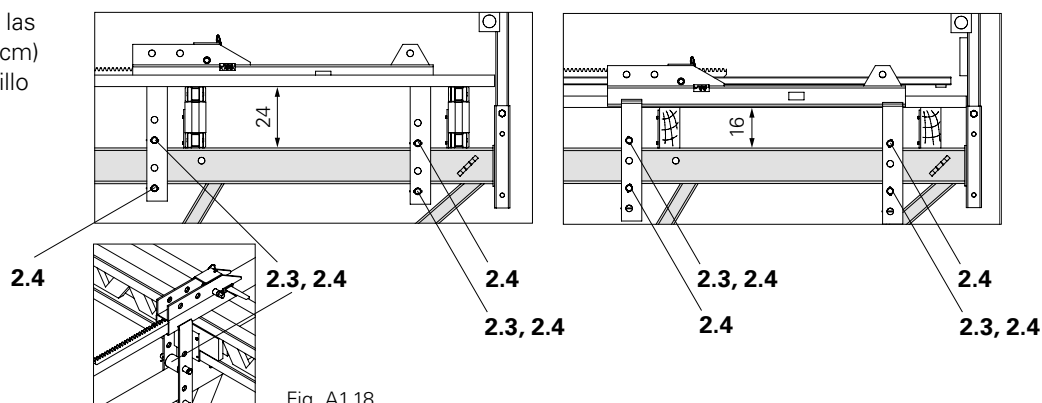

Fig. A1.18
5. Según corresponda a la altura de las vigas de plataforma (24 cm o 16 cm) fijar ambos bulones (2.4) y el rodillo (2.3) con pasadores. (Fig. A1.18)